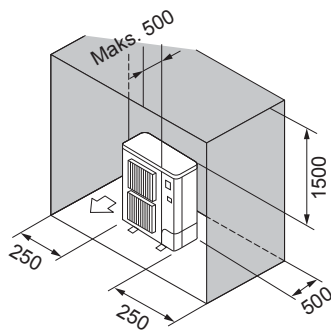

Fig. 2-8
- ⑥ Miejsce ograniczone tylko z tyłu, po bokach i od góry (Fig. 2-8)